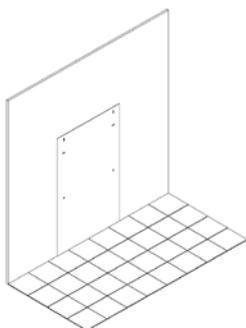

Fig. 3
1. Posez le gabarit en carton sur le sol et contre le mur sur lequel vous allez placer le radiateur (Fig.3).
2. Marquez sur le mur l'emplacement des 4 trous à percer (Fig.3).